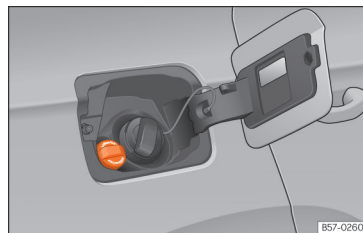

Abb. 265 Verschlussdeckel des AdBlue-Tanks
- Öffnen Sie die Tankklappe »» **Abb. 265.**
- Verschlussdeckel SCR-Einfüllstutzen nach links drehen »» **Abb. 265.**